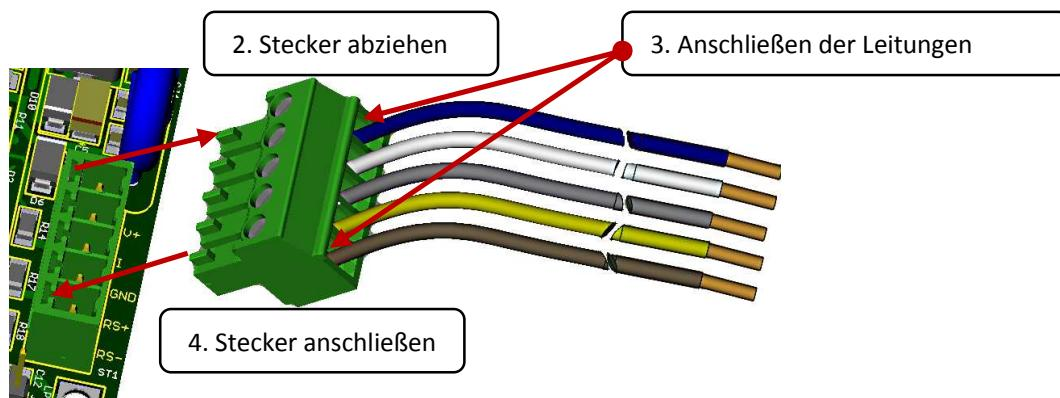

Bild 3: Der Kabelstecker MC 1,5-3,81, passend für das Grundgehäuse ST1 auf der Schnittstellenplatine
2. Den grünen Kabelstecker von **ST1** abziehen, wie in Bild 3 gezeigt wird. Die Anschlüsse und die Klemmschrauben sind nun gut zu erreichen.